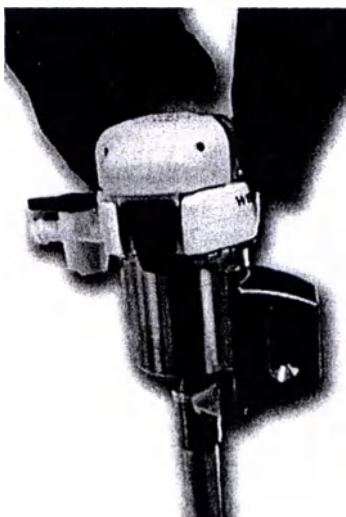

Рисунок 7
3. Полностью вставьте obturator в канюлю с уплотнением в сборе до его фиксации (см. Рисунок 7).